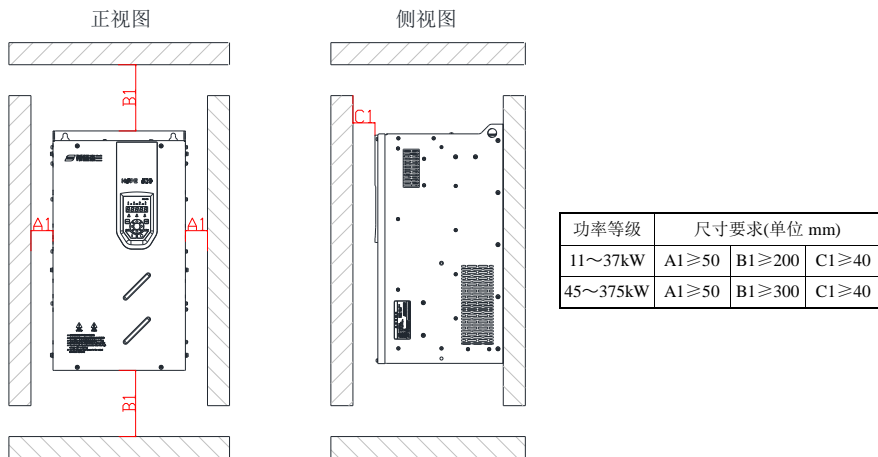

图 3-2 单台机器(Hope530E11T4~Hope530E375T4)安装间隔
- 安装空间要求如图 3-2 所示，需保证变频器有足够的散热空间，预留空间时请考虑柜内其它器件的散热情况；